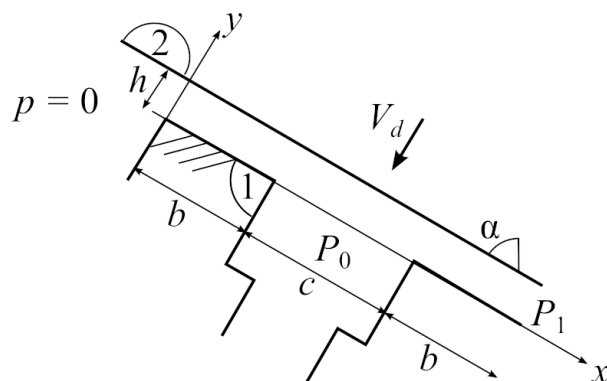

Figure 6. Moitié de l'amortisseur / half part of the damper
La figure 6 représente la moitié gauche du dispositif de départ. On néglige toujours l'influence de la vitesse de la pièce 2 dans la direction x . A partir de l'expression (1) donnée précédemment de la répartition de pression (sans remplacer les constantes a , d , e par leur expression),
Figure 6 depicts the left side of the overall system. We still neglect the influence of the velocity of part 2 along direction x . With the previously given expression (1) of the pressure distribution (without replacing constants a , d , e with their expressions),